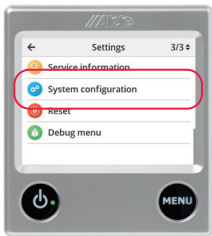

Abb. 5
2. Wählen Sie „System Configuration“ (Systemkonfiguration), indem Sie die Einstellungen über die Seitenansicht oben rechts aufrufen, Abb. 5.